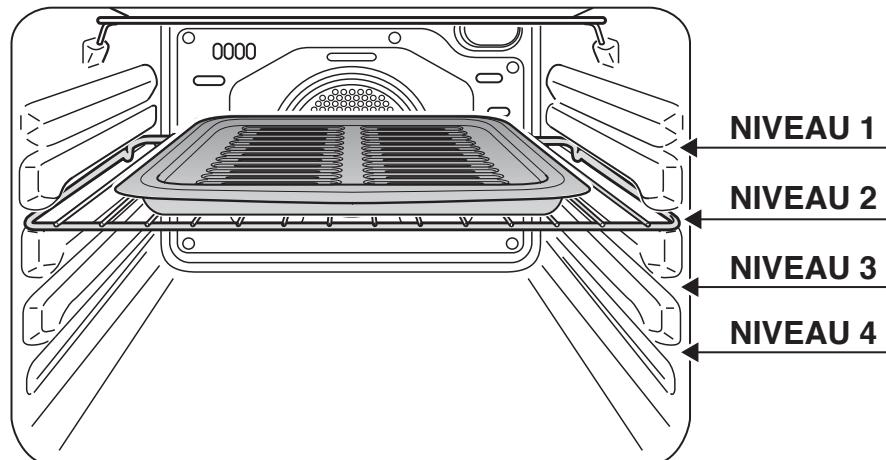
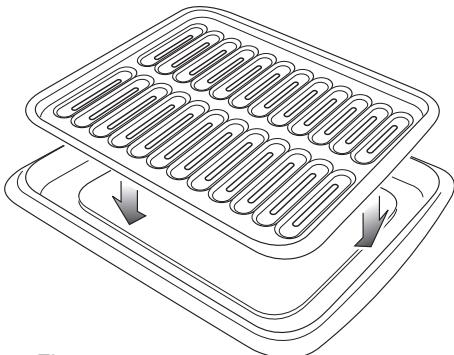

Fig. 2.2
Fig. 2.3
- Placez la grille à la première ou deuxième position à partir du haut (fig. 2.2).
- Introduisez la lèchefrite (fig. 2.3) dans le four. La lèchefrite devrait être placée sur la grille et centrée avec l'élément du gril (fig. 2.2).